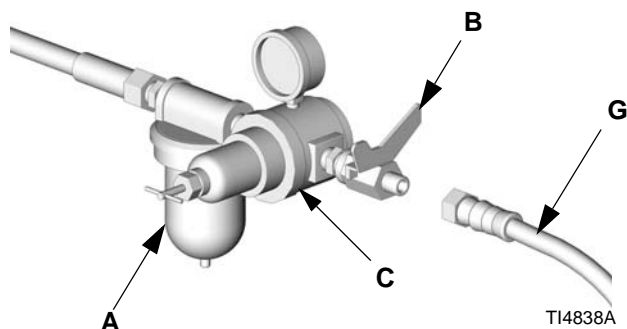

FIG. 3
6. Ligue a outra extremidade do tubo de ar (G) à saída da válvula de fechamento do ar. Consulte FIG. 3.